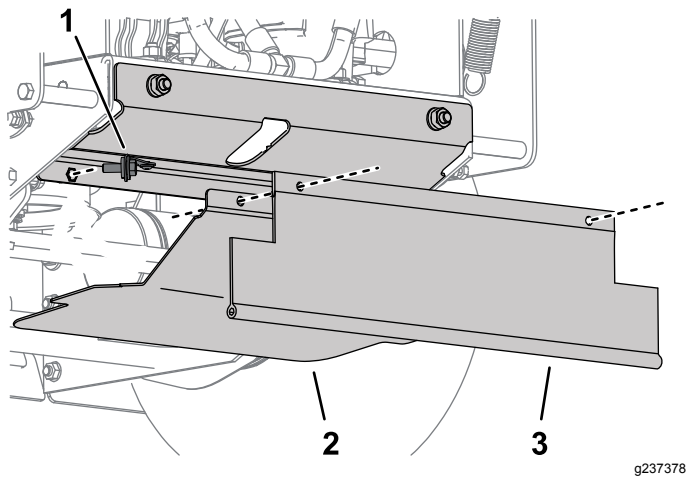

Figur 8
6. Centra drivskiveskyddet i bakkdelen av motorramen och montera det med två vagnsskruvar (M10 x 25 mm), kraftiga brickor (M10), fjäderbrickor och muttrar (M10) enligt Figur 8.